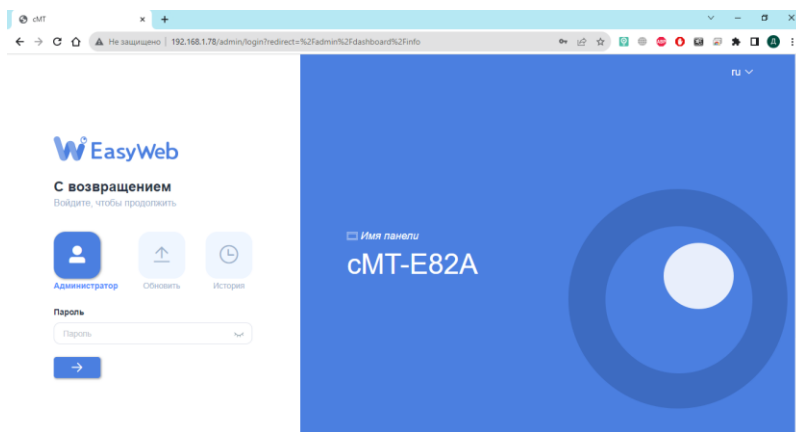

Рисунок 8.12 – Web-интерфейс панели оператора БС
2. В поисковой строке Web-браузера ввести IP-адрес панели оператора, установленный в п.п. 4.2.2 или IP-адрес, полученный из ПО EasyAccess 2.0 (см. п.п. 8.1.1) и нажать «Enter» на клавиатуре АРМ администратора (рисунок 8.12).